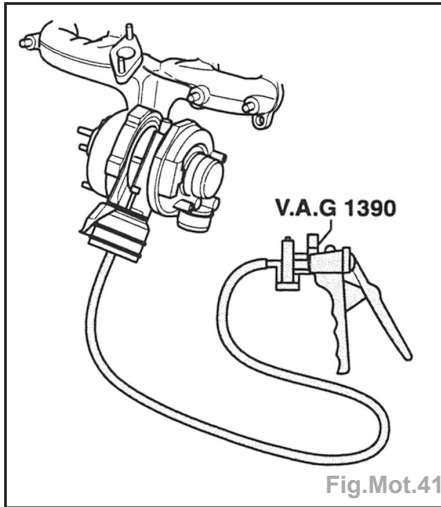

Fig.Mot.41
- raccorder la pompe à vide à main **VAG 1390** au clapet de régulation de la pression de suralimentation et contrôler la mobilité de la tringlerie (Fig.Mot.41).